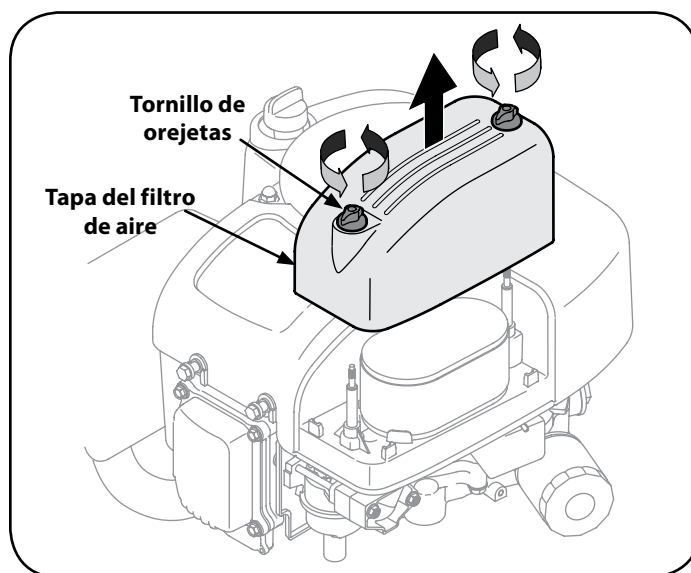

Figura 25
1. Desenrosque los tornillos de orejetas y quite la cubierta del filtro de aire. Vea la Figura 25.